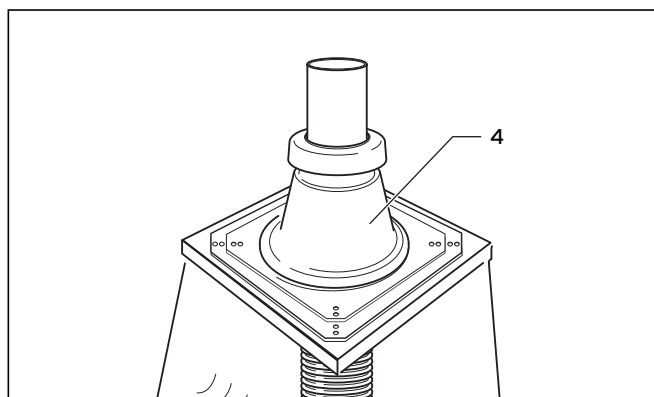

Рис. 5.45 Монтаж крышки шахты
Для компенсации расширения материала обязательно используйте 4 гибкие подкладные шайбы (1). Запрессуйте подкладные шайбы на 50% (см. рис. 5.45).